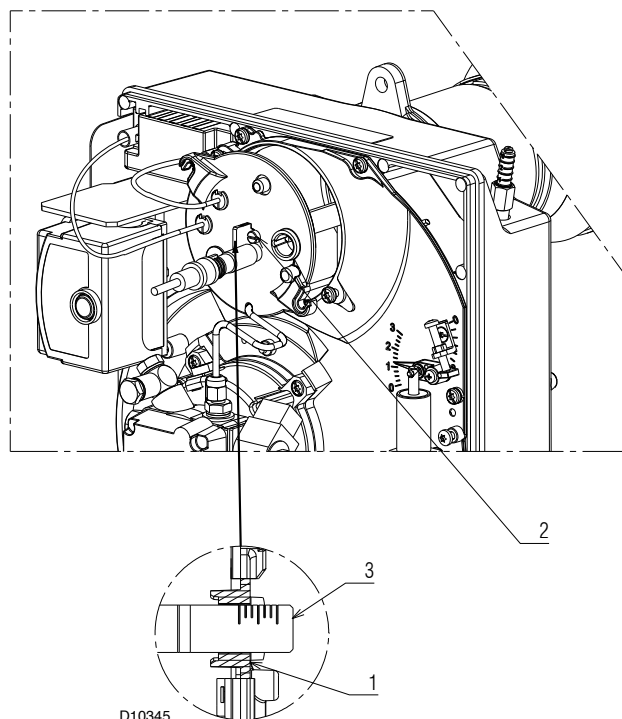

Fig. 16
- Tourner la vis de réglage 2) (Fig. 16) dans le sens des aiguilles d'une montre ou dans l'autre sens, jusqu'à ce que l'encoche gravée sur la bride de régulation 3) corresponde avec le plan externe du groupe porte gicleur 1).